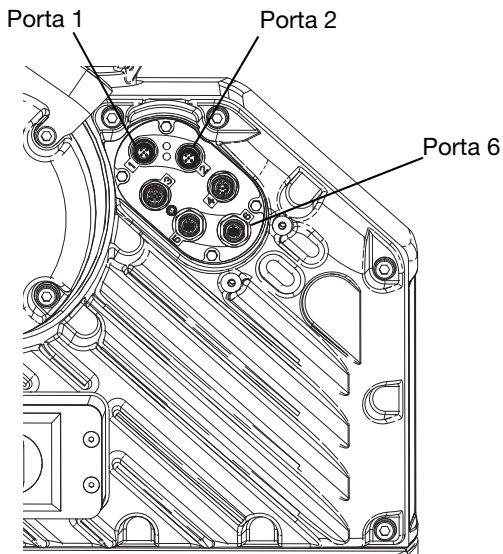

FIG. 25: Posizioni delle porte dell'unità di azionamento
6. Utilizzare le quattro viti di montaggio 10-32 in dotazione con il kit, montare la base (S) nei fori praticati.
7. Ricollegare il CGM (R) sulla base (S) con le due viti (T) rimosse al passaggio 5.
8. Rimontare il coperchio di accesso (U).
9. Collegare il cavo CAN incluso nel kit alla porta 1 oppure alla porta 2 (a seconda di quale sia disponibile) sul driver. Vedere **FIG. 25**.